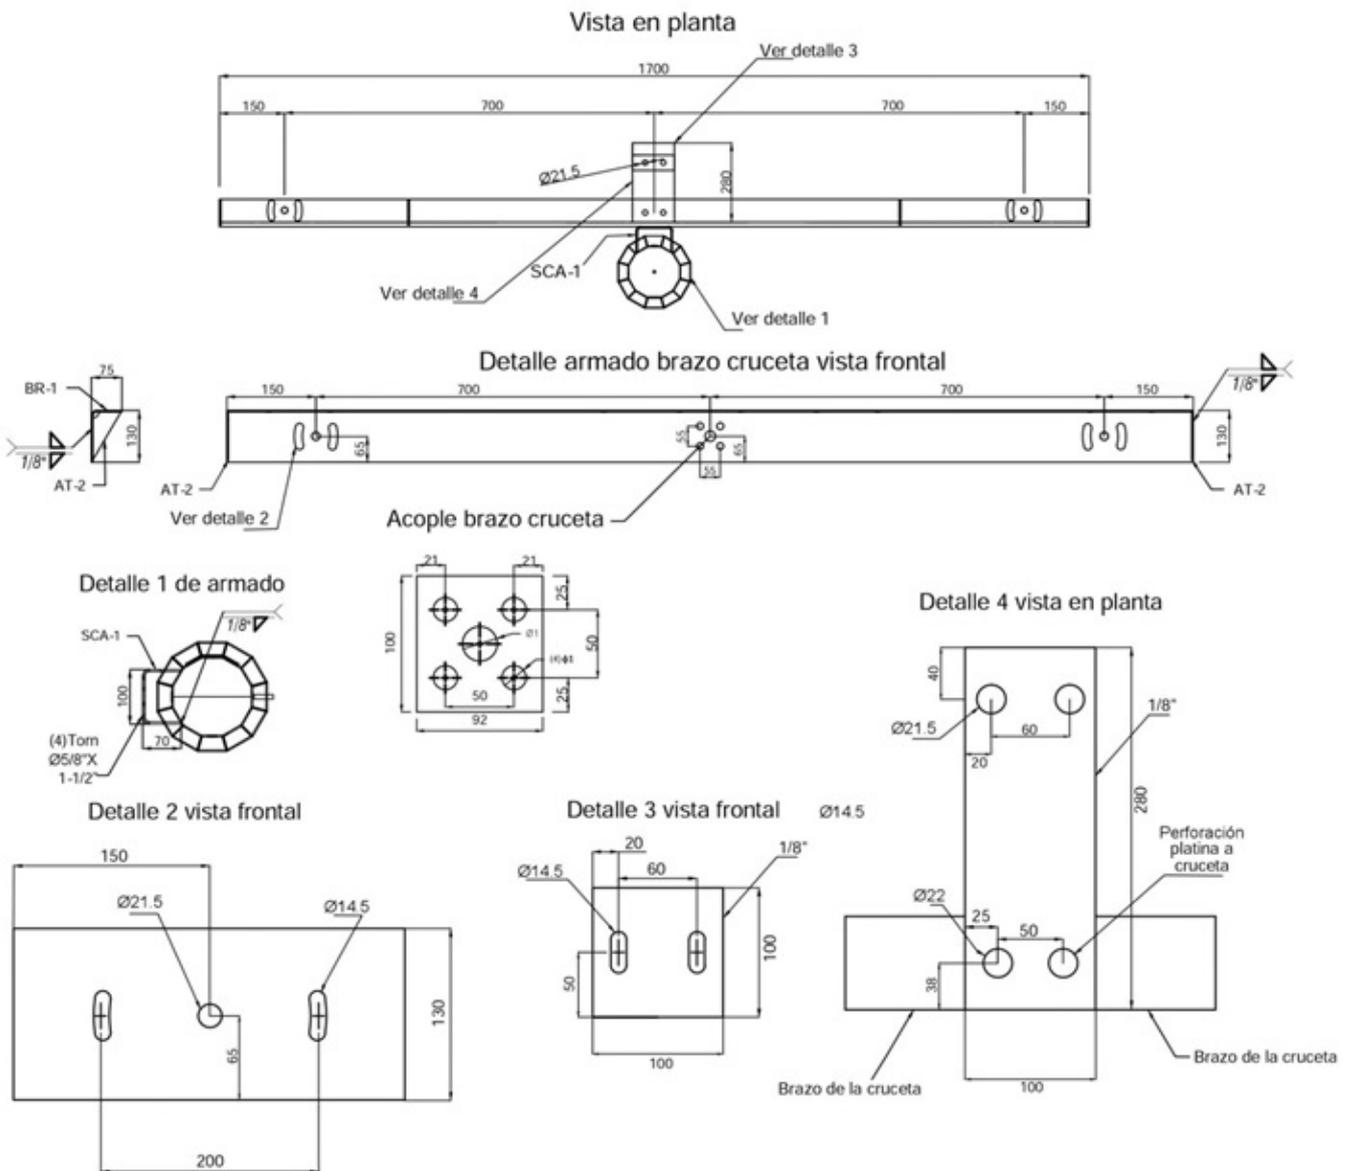

Figura No. 2 Detalle cruceta y perforaciones para soporte de proyector (Extracto de figura 4B. Cruceta para instalación de proyectores ET211)
- Se podrán instalar máximo 3 proyectores por cruceta y máximo 6 por poste de acuerdo a lo indicado en la especificación técnica ET211 Poste metálico para alumbrado público con canasta; ver figura No. 2.